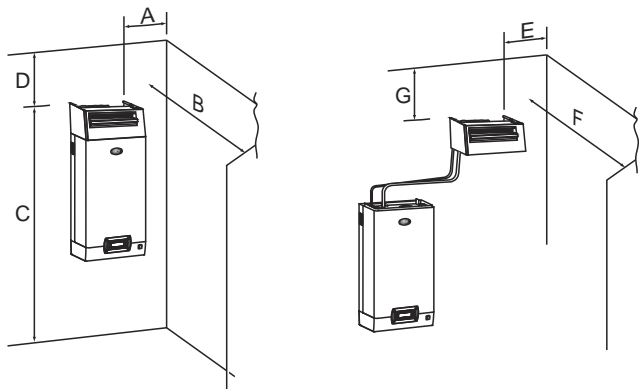

Fig. 3.c
2. le support de fixation en forme de «L» (voir détail 1 Fig. 3.b) est fourni avec les distributeurs de vapeur modèles DP085\* à DP205\*. Pour des longueurs inférieures, le support peut être fourni comme option (code 18C478A088).
Des distributeurs de vapeur pour application en ambiance. Ils sont équipés de ventilateur pour favoriser l'absorption de la vapeur dans l'air. Les distributeurs à vapeur ventilée VSDU0A\* sont utilisables pour des humidificateurs ayant un débit maximum de 18 kg/h (39.7 lb/h); ils peuvent donc être utilisés pour UR002...UR013. Ils peuvent être raccordés au-dessus de l'humidificateur, ou séparément, à distance, en utilisant, dans ce cas, le support de fixation VSDBAS0001 (voir fig. 3.c). Une prise pour l'alimentation (24 Vca, bornes X1, X2) est prévue dans le tableau électrique pour ces distributeurs.